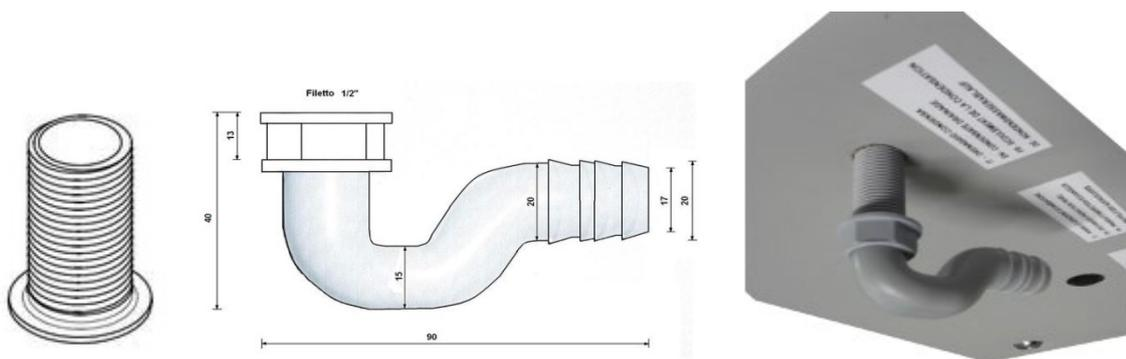
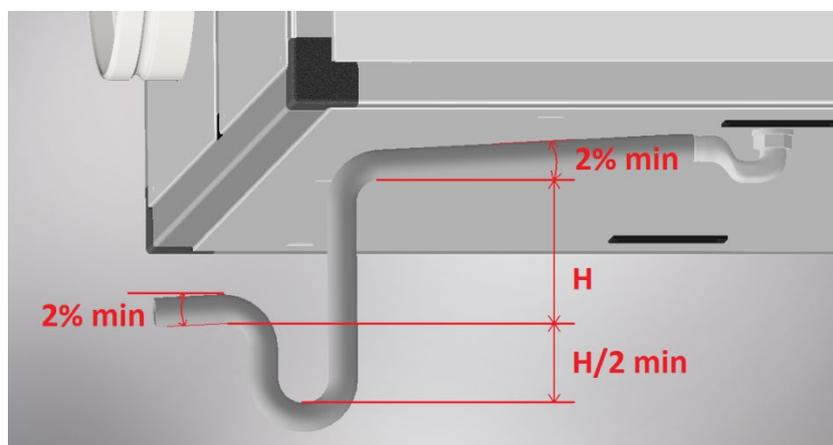

Figura 5 - Immagine del kit di scarico condensa e foto del montaggio sull'unità (è possibile tagliare il tubetto filettato a misura in modo che sporga meno)
Figura 6 - Altezza del sifone di scarico condensa ($H + H/2 + \varnothing\text{tubo}$)
- Installare un adeguato sifone di scarico condensa il più vicino possibile all'unità: in dotazione è fornito un piccolo sifone (vedi Figura 5), il quale ha più una funzione di raccordo che di sifone vero e proprio. Infatti per evitare il risucchio d'aria e quindi il corretto scarico della condensa, è necessario installare/realizzare un sifone con altezza minima come indicato in Tabella 1 e Figura 6; l'altezza (H) minima è calcolata tenendo conto delle condizioni di lavoro standard dell'unità, mentre l'altezza ottimale considera la prevalenza totale del ventilatore (quindi permette un corretto scarico condensa in qualsiasi condizione).